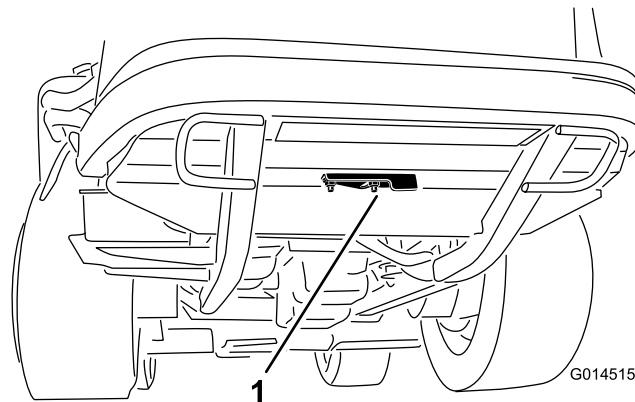

Figura 45
2. Allentate il dado flangiato che fissa il coperchio dell'accesso per la pulizia sotto il telaio posteriore (Figura 45). Ruotate il coperchio di lato per aprire l'accesso per la pulizia nel telaio.